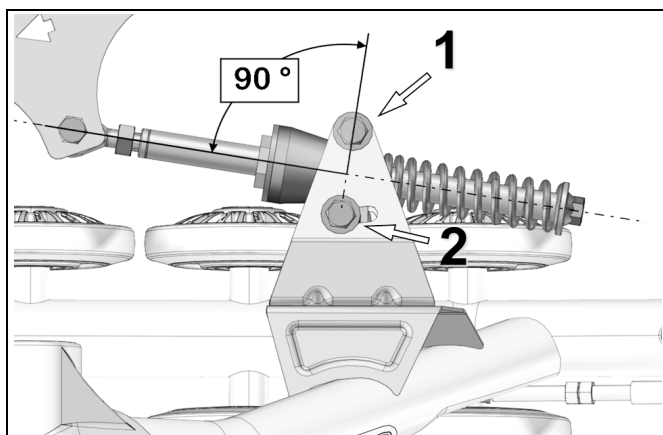

Figure 18
- Positionner le support pivotant de l'ancrage anti-rotation à 90° (perpendiculaire) au bras stabilisateur. Serrer ensuite les deux boulons de fixation de l'ancrage anti-rotation (1) et (2) à un couple de 50 N-m. Voir la Figure 18.